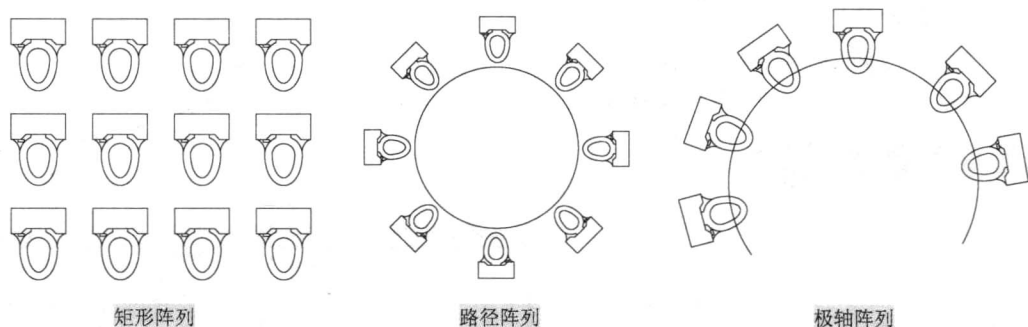

图 1-1 阵列的类型
2) 关联阵列: 创建以阵列模式排列的对象副本, 其阵列的 3 种类型为: 矩形、路径、极轴, 如图 1-1 所示。